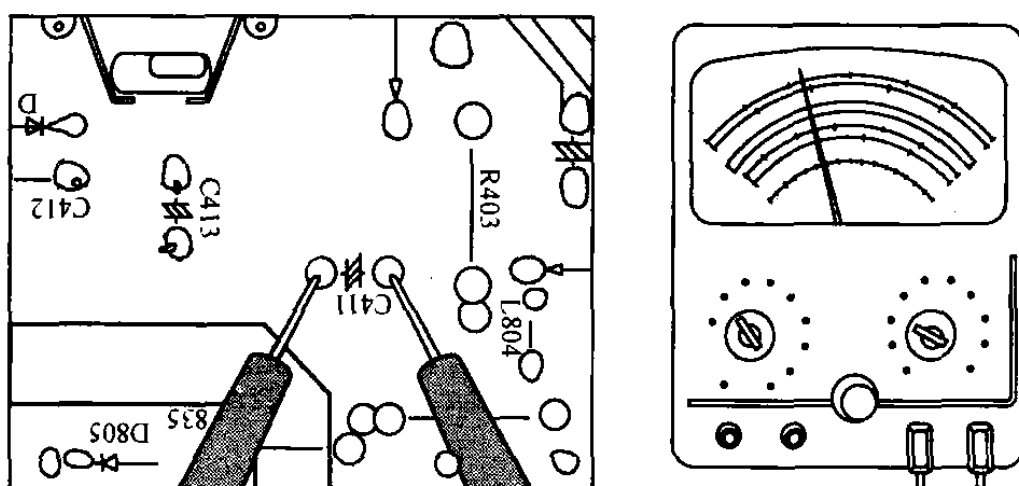

图 2-42 测量滤波电容 C411 两端的电压
① 行电路能正常工作,需要有+112 V 直流供电电压。行电路不工作时,应首先检查+112 V 电压是否送到行输出级变压器 T402 上。在检测时,可用万用表对行输出级变压器旁的滤波电容 C411 的两端进行检测,检测部位和电压值如图 2-42 所示。将万用表的量程旋钮旋至 300 V 挡位,右侧功能旋钮旋至直流挡。用黑表笔接 C411 的接地端,红表笔接 C411 的正极即可,若测得+112 V 的电压,则说明电源电路工作正常;反之,如果无电压,则说明电源电路有故障,行电路本身也可能有故障而无法正常工作。
② 若行电路的+112 V 供电电压正常,接下来就需要沿着行脉冲信号的输送线路进行排查。在检修时,应先检测集成电路 LA76810 的⑳脚是否有行脉冲信号输出。具体检测方法在前面已经介绍过了,在此不再赘述。如果行脉冲信号正常,应对后面的行扫描电路进行检查。